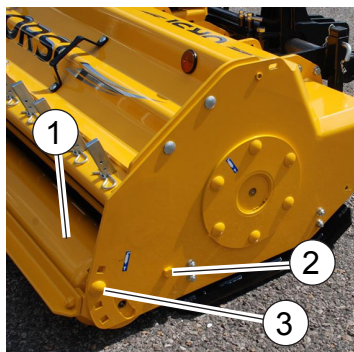

Fig.70
- Allentare il dado della vite (2, "Fig.70").
- Svitare la vite (3, "Fig.70").
- Fare perno sulla vite (2, "Fig.70"). Sollevare o abbassare il rullo d'appoggio (1, "Fig.70").
- Inserire la vite (3, "Fig.70") in un'altra foro.
- Loosen the nut of the screw (2, "Fig.70").
- To unscrew the grapevine (3, "Fig.70").
- Pivot the screw (2, "Fig.70"). To lift or to lower the roll of support (1, "Fig.70").
- Insert the screw (3, "Fig.70") in another hole.
- Desserrer le dé de la vis (2, "Fig.70").
- Devisser la vis (3, "Fig.70").
- Pivoter sur la vis (2, "Fig.70"). Soulever ou baisser le rouleau d'appui (1, "Fig.70").
- Inserer la vis (3, "Fig.70") dans un autre trou.
- Lockern die Mutter der Schraube (2, "Fig.70").
- Abschrauben Sie die Schraube (3, "Fig.70").
- Drehen Sie die Schraube (2, "Fig.70"). Anheben oder Absenken der Stützrolle (1, "Fig.70").
- Legen Sie die Schraube (3, "Fig.70") in einem anderen Loch.
- Aflojar la tuerca del tornillo (2, "Fig.70").
- Destornillar la vid (3, "Fig.70").
- Hacer gozne sobre la vid (2, "Fig.70"). Levantar o bajar el rolo de apoyo (1, "Fig.70").
- Insertar el tornillo (3, "Fig.70") en otro agujero.